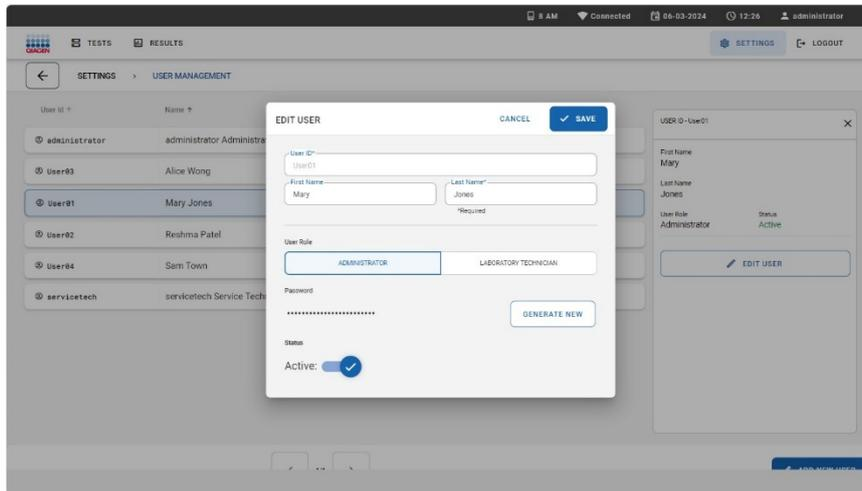

Figura 71. Caixa de diálogo Edit user (Editar usuário).
1. Selecione o usuário a ser gerenciado na lista de usuários (Figura 71).